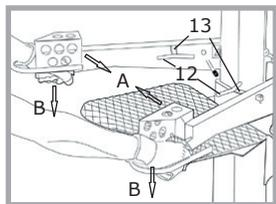

Abb. 10
Um das Holz beim Spaltvorgang festzuhalten, sind an beiden Betätigungsarmen Holzklammungen (12) angebracht (siehe Abb. 10).
Die Holzklammung passt sich durch die angebrachte Druckfeder (13) stufenlos an jede Größe der Holzstämmen an (siehe Abb. 10).
Stellen Sie das zu spaltende Holz auf den Spalttisch und drücken Sie beide Betätigungsarme (A) nach innen (siehe Abb. 10). Dadurch wird das Holz fixiert.